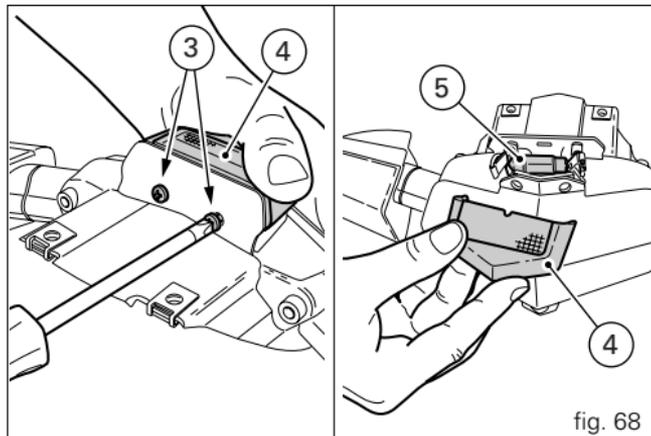

fig. 68
Enlever la coupelle avec élément transparent et remplacer l'ampoule (5) de la plaque d'immatriculation (fig. 68).